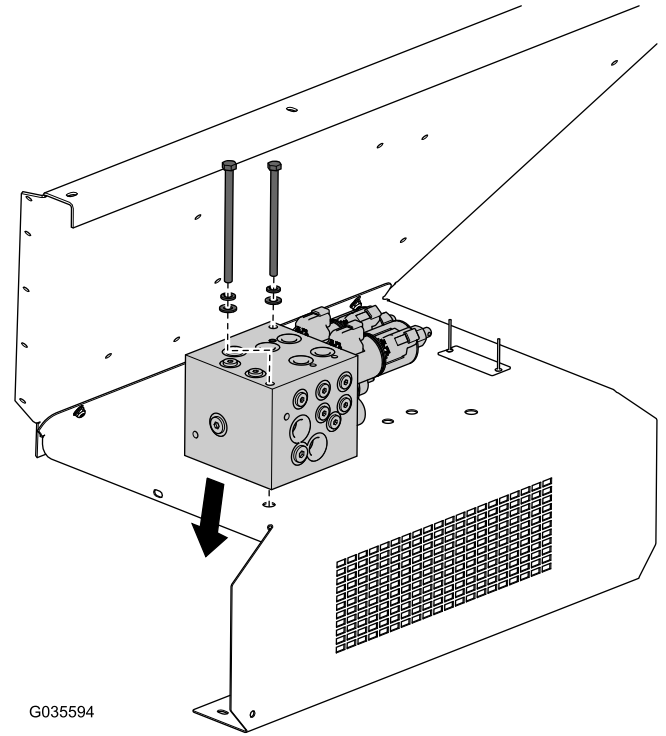

Figure 11
10. Montez et fixez le collecteur sur la nouvelle protection de rinçage à l'aide des boulons et rondelles retirés précédemment (Figure 11).